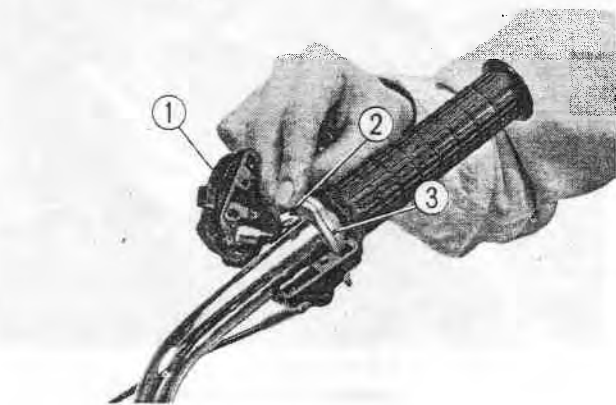

Fig. 16-17 ① Commutateur "allumage — éclairage — démarreur"
2. Débrancher le câble de commande de la poignée des gaz puis enlever le raccord de ce câble de la partie inférieure du commutateur. (Fig. 16-17)